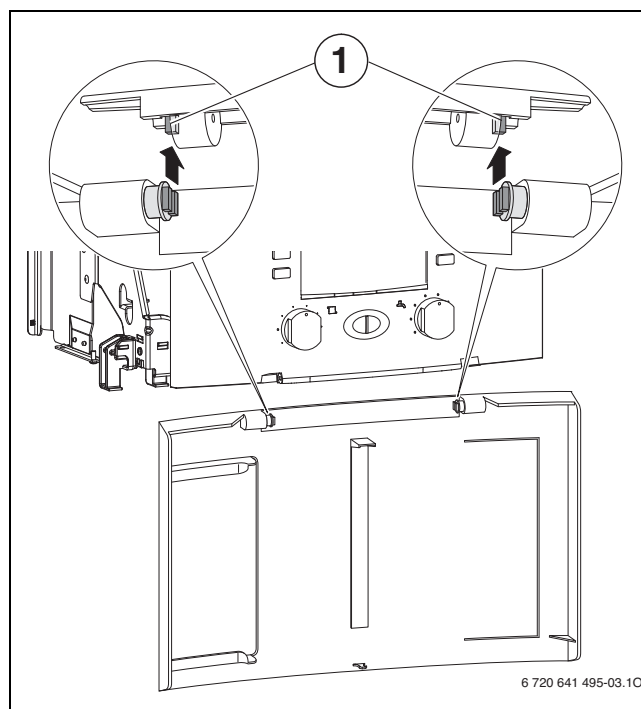

Рис. 10
- ▶ Проверьте установку демпфера (1) (→ рис. 10).